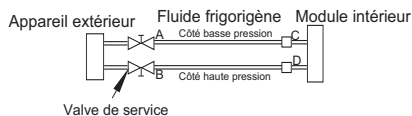

Figure 15 – Valve de service
1. Serrez complètement les écrous évasés A, B, C et D, branchez le flexible de l'ensemble de manomètres à un orifice de charge de la valve de service côté basse pression (consultez la figure 15).